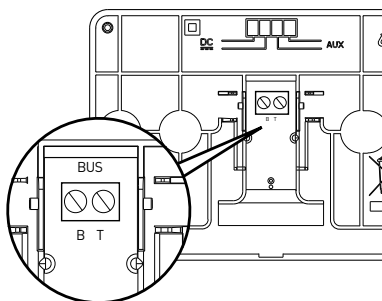

fig. 1
- Ligue o par de fios ao conector (fig.1)